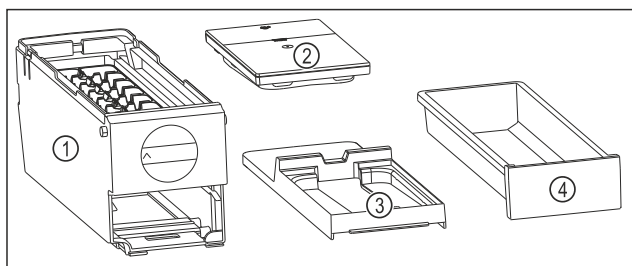

Fig. 173 Composants de l'EasyTwist-Ice
- L'EasyTwist-Ice est démonté en quatre parties. (voir Fig. 173)
- Ne démonter l'EasyTwist-Ice que de la manière illustrée. (voir Fig. 173)
- Nettoyer le corps de l'EasyTwist-Ice Fig. 173 (1) dans son ensemble.